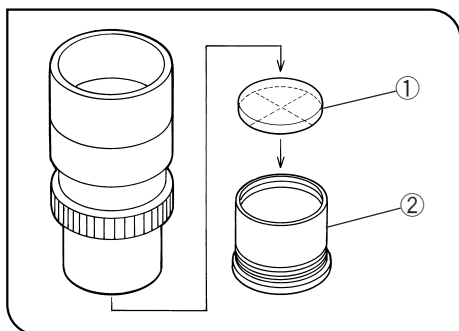

図 15
4 接眼マイクロメータの使い方 (図 15)
取付け方は図15のように、マイクロメータ枠②を取外し、マイクロメータ①の表示面を下側にして落とし込みます。